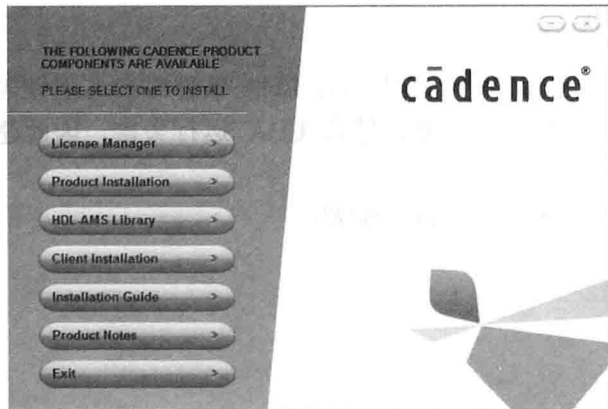
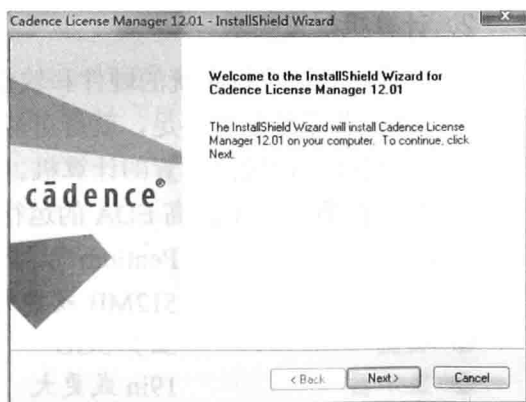

图 1.2.1 Cadence SPB/OrCAD 16.6 的安装界面
图 1.2.2 “Cadence License Manager 12.01”（安装向导）对话框
(1) 系统会自动运行显示 Cadence SPB/OrCAD 16.6 的安装界面，如图 1.2.1 所示。在安装界面中单击“License Manager”按钮，弹出“Cadence License Manager 12.01”对话框，如图 1.2.2 所示。
如果在插入光盘后不能自动开始安装，则浏览光盘→双击 Setup.exe 图标，或者从开始菜单中选择“运行”→选择光盘中的 Setup.exe，再单击“OK”按钮，弹出“InstallShield Wizard”（安装向导）对话框，如图 1.2.2 所示。